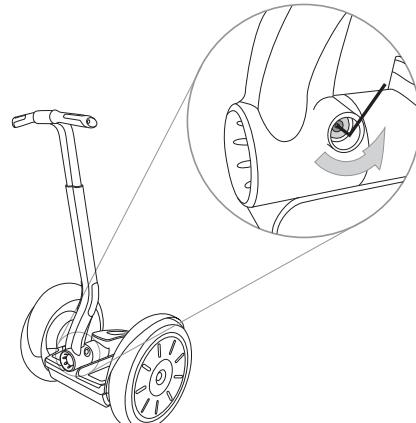

图 1. 松开固定倾斜操纵架的紧固件
- 用 5mm 六角扳手卸下倾斜操纵架螺栓。请务必要妥善保管此螺栓，因为以后还要使用。请参见图 1。